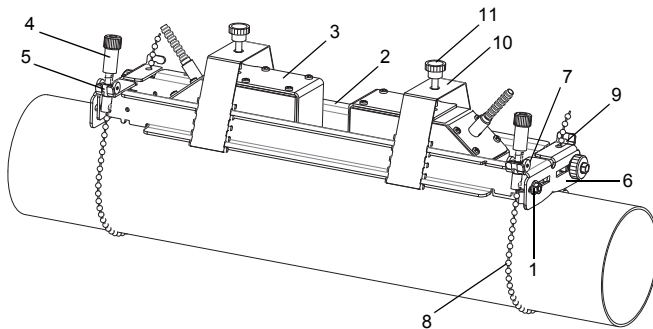

Abb. 8.4: Variofix-Schiene mit Ketten
- Lösen Sie die 4 Schrauben (1) zum Verstellen der Schienen (2) mit einem Schraubenschlüssel M8 (siehe Abb. 8.4).
- Setzen Sie einen Sensor (3) mittig zwischen die Schienen.
- Drücken Sie die beiden Schienen (2) zusammen und ziehen Sie die 4 Schrauben (1) fest. Der Sensor lässt sich verschieben und entnehmen.
- Lösen Sie die Kettenspanner (4), aber drehen Sie sie nicht ganz heraus.
- Wenn die Kette noch nicht in der Schienenhalterung (6) montiert ist: Drücken Sie die Feder des Kettenspanners (4) mit dem Zylinder (7) zusammen, während Sie den Kettenspanner (4) in die horizontale Nut (5) der Schienenhalterung (6) schieben.
- Setzen Sie die Variofix-Schiene auf das Rohr. Beide Schienenhalterungen (6) müssen ganz auf dem Rohr aufliegen. Legen Sie die Kugellkette (8) um das Rohr (bei einem vertikalen Rohr zuerst die obere Kugellkette).
- Drücken Sie den Kettenspanner (4) ganz hinein und schieben Sie die Kugellkette (8) in die andere Nut (9) der Schienenhalterung.
- Befestigen Sie die zweite Kugellkette (8) in gleicher Weise.
- Spannen Sie die Kugelketten (8), indem Sie die Kettenspanner (4) festdrehen.
- Drücken Sie die Beine des Federbügels (10) auseinander und spannen Sie ihn über die Außenseite der Schienen (2). Die Höhe, in der der Federbügel eingerastet wird, hängt von der Höhe des Sensors ab.
- Setzen Sie den Sensor zwischen die Schienen (2). Beachten Sie die Einbaurichtung (siehe Abb. 8.4).
- Schieben Sie den Federbügel (10) über den Sensor, so dass die Rändelschraube (11) über dem Sackloch des Sensors steht.
- Fixieren Sie den Sensor, indem Sie die Rändelschraube (11) leicht anziehen.
- Stellen Sie den Sensorabstand ein, indem Sie die Rändelschraube (11) eines Federbügels (10) lösen und den Sensor verschieben.